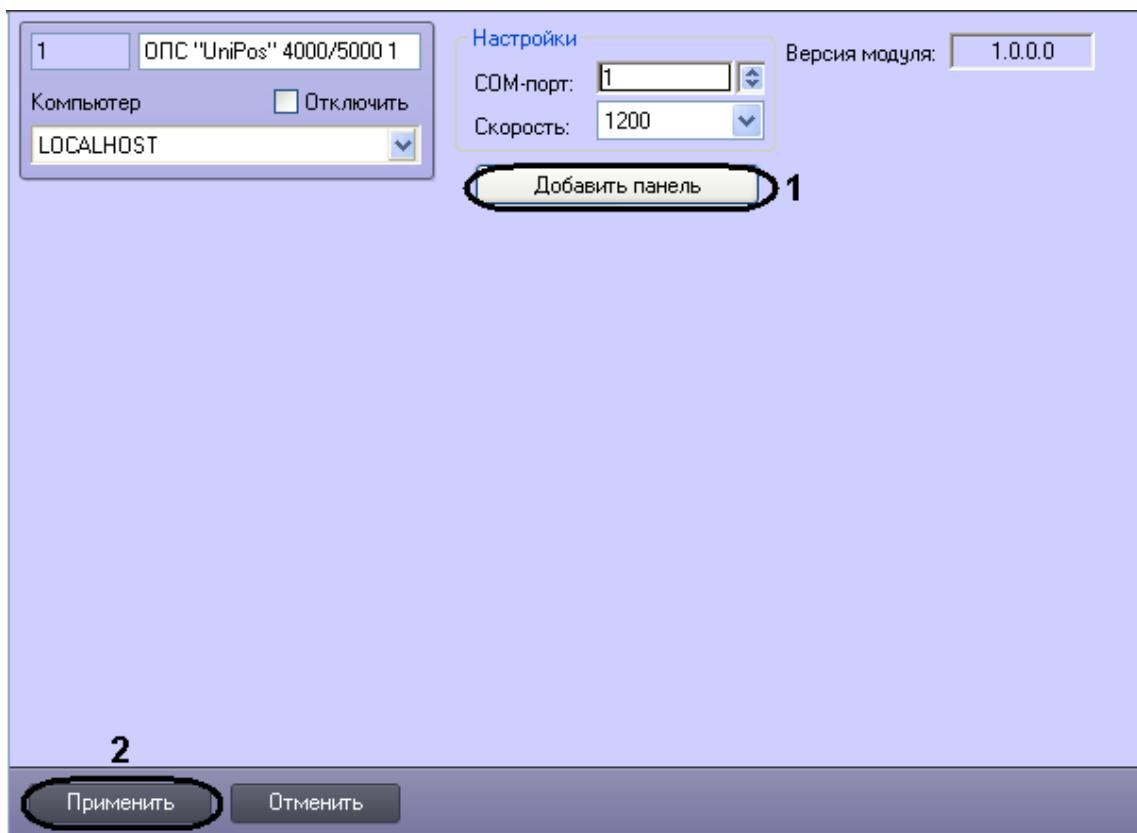

Рис. 3.3—1 Добавление панели
1. Перейти на панель настроек объекта ОПС “UniPos” 4000/5000 (Рис. 3.3—1).
2. Нажать кнопку **Добавить панель** (см. Рис. 3.3—1, 1).
В результате выполнения операции откроется окно выбора панели (Рис. 3.3—2).